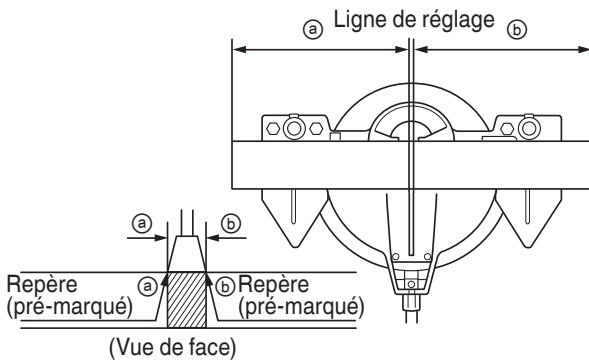

Fig. 15
- (1) Comme indiqué à la Fig. 15, la largeur de la lame est la largeur de coupe. En conséquence, glisser la pièce vers la droite (vue de la position de l'opérateur) pour obtenir la longueur (a), et sur la gauche pour obtenir la longueur (b).
- (2) Quand la lame a atteint sa vitesse maximale, abaisser doucement la poignée jusqu'à ce que la lame approche de la pièce.
- (3) Quand la lame touche la pièce, appuyer progressivement sur la poignée pour couper la pièce.
- (4) Quand la pièce est coupée à la longueur voulue, mettre l'outil électrique hors tension et attendre que la lame soit complètement arrêtée avant de relever la poignée en position complètement rentrée.